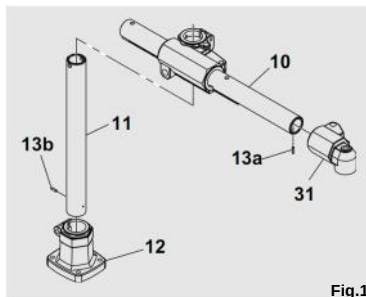
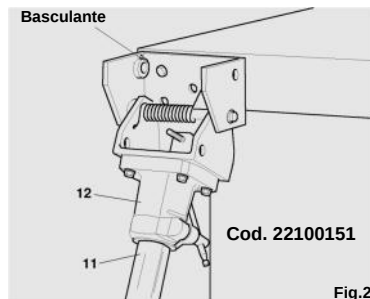

Fig.1
Fig.2
No caso de o suporte ser montado sobre um eventual "Basculante" (veja Fig.2), o sistema de segurança **Elastic Pin System**, através da ficha (13b) (veja Fig.1) faz com que o tubo vertical (11) não se desenfie da base (12), mesmo que a maçaneta não tenha sido bloqueada.
O mesmo sistema de segurança é aplicado ao tubo horizontal (10) (veja Fig.1), onde o enganche (13a) impede que a pipeta deslize para fora do tubo.